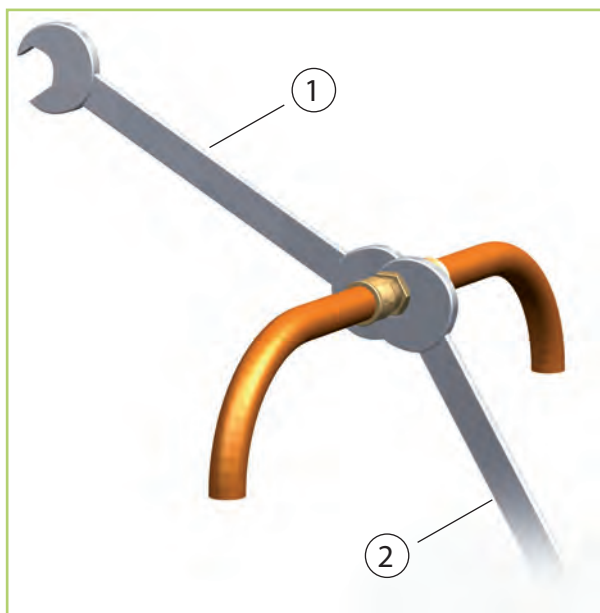

Abb. 49: Verschraubungen anziehen
- Die Verbindung der Kältemittelleitungen an den Geräteanschlüssen sollte zunächst per Hand erfolgen, um einen richtigen Sitz zu gewährleisten. Anschließend werden die Verschraubungen mit zwei passenden Maulschlüsseln befestigt. Es muss mit einem Schlüssel **gegengehalten** werden (Abb. 49).